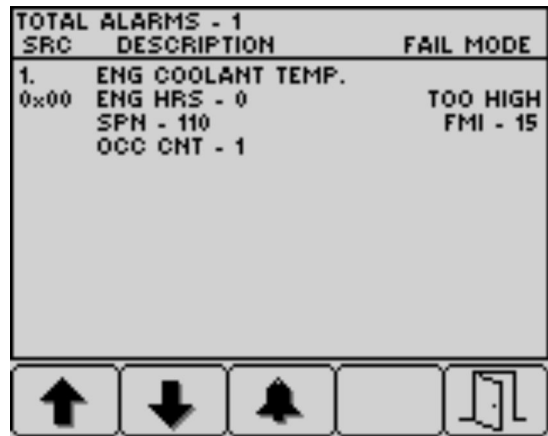

Figura 39
4. Prima o botão 5 para sair da lista de avarias ativas e voltar ao ecrã inicial (Figura 39).
5. Prima o botão 5 para sair da lista de avarias ativas e voltar ao ecrã inicial; consulte a Figura 39 em Mensagens de aviso do motor \(página 37\).